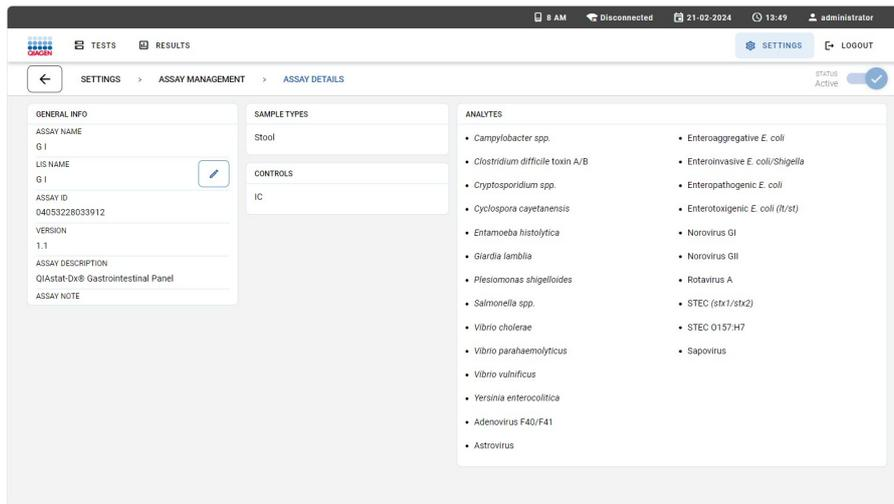

Figura 61. Schermata Assay Details (Dettagli esame).
La schermata Assay Details (Dettagli esame) mostra tutte le informazioni per l'esame selezionato. **GENERAL INFO** (INFO GENERALI) mostra informazioni tecniche come nome, versione e ID dell'esame. **SAMPLE TYPES** (TIPI DI CAMPIONE), **CONTROLS** (CONTROLLI) (controlli interni (IC)) e **ANALYTES** (ANALITI) vengono visualizzati come definito dall'esame (Figura 61). Il nome dell'esame LIS deve essere univoco.